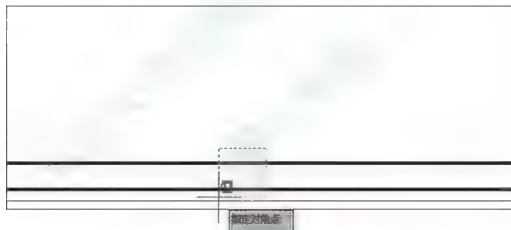

图 4.6 选择窗台线和窗眉线作为阵列对象
(6) 使用【阵列】命令生成 2、3、4 层的窗台线和窗眉线。
① 启动【阵列】命令（快捷键 AR）。
② 在选择对象：提示下，按照图 4.6 所示选择窗台线和窗眉线（窗洞口上下各两条水平线）作为阵列对象。